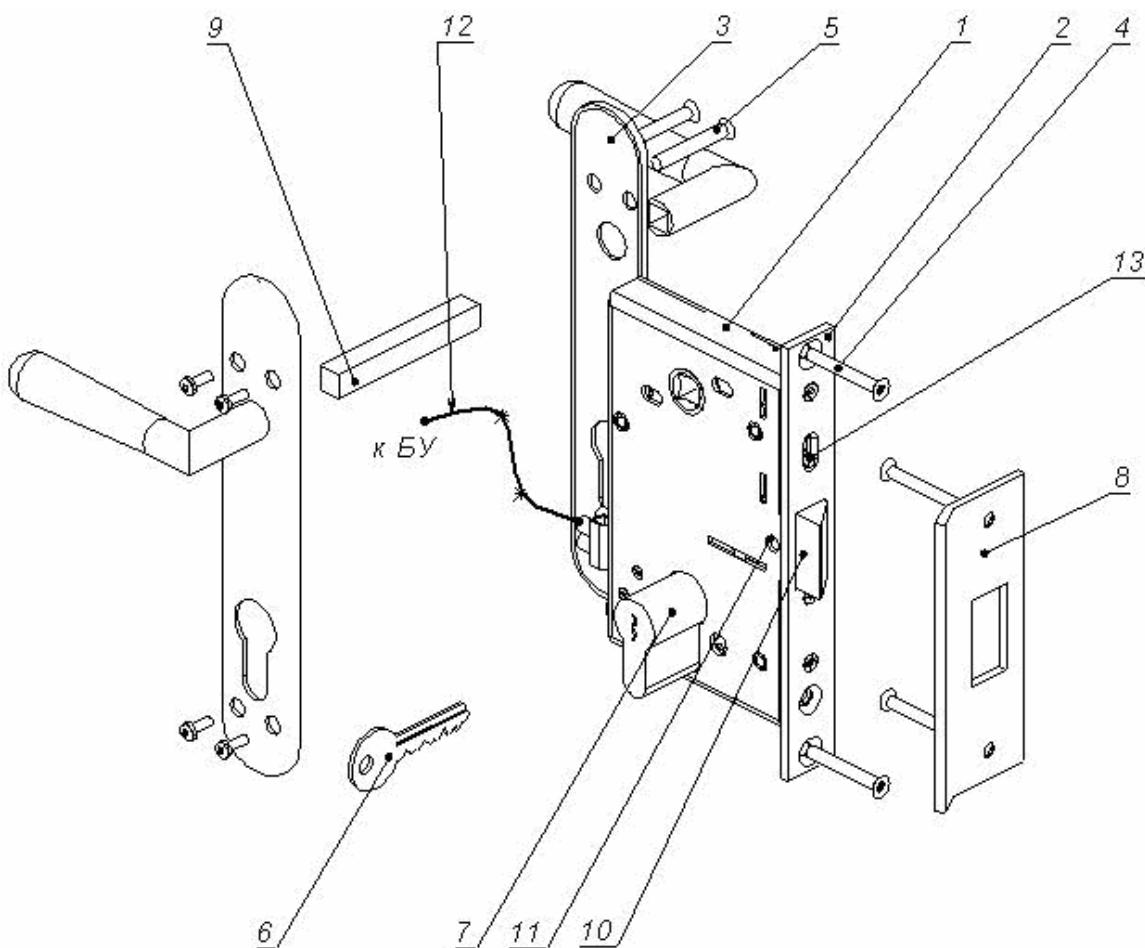

Рисунок 1. Состав и внешний вид замка.
- вывинтите полностью установочный винт 11 ключом шестигранным S2,5 (рис.1);